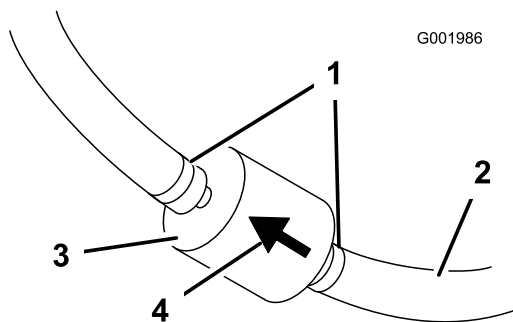

図 53
5. 古いフィルタのクランプをゆるめて脇に寄せる(図 53)。